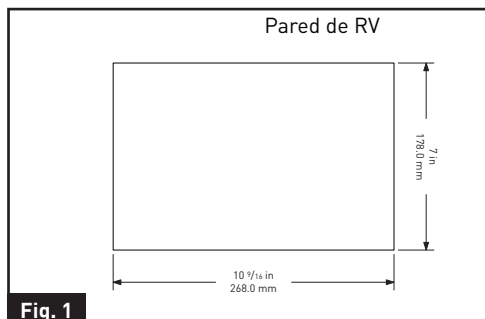

Fig. 1
2. Corte una abertura aproximada (a la dimensión indicada en la Fig. 1) en la pared del RV para permitir que el Centro de energía se deslice fácilmente